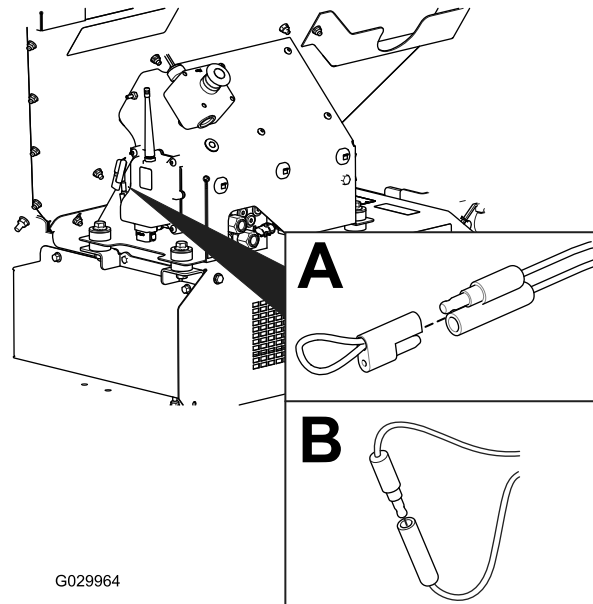

Figura 59
2. Saque el tapón con tira de unión de los dos conectores de diagnóstico desviados (Figura 59, A).
3. Conecte el diagnóstico, desvíe los conectores (Figura 59, B).
2. Desconecte los conectores de derivación diagnósticos (Figura 59, B).
3. Coloque el tapón en los dos conectores de derivación diagnósticos (Figura 59, A).